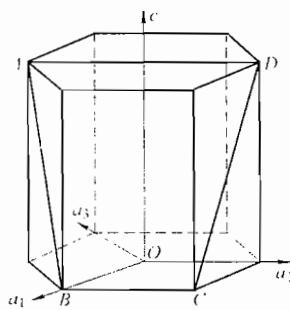

图 43-1 第二题第 2 小题图
2. (4分) 写出图 43-1 所示六方晶胞内 $ABCDA$ 晶面的密勒-布拉菲晶面指数，以及 \overline{AB} 、 \overline{BC} 、 \overline{CD} 晶向的密勒-布拉菲晶向指数。